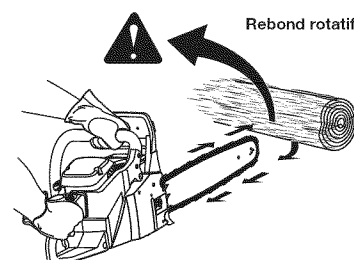

Fig. 1
- Un **rebond rotatif** peut se produire lorsque la partie supérieure de la pointe du guide heurte un objet alors que la chaîne est en mouvement (Fig. 1 & 2). La chaîne peut en conséquence s'enfoncer dans l'objet et s'arrêter momentanément de tourner. Le guide est alors propulsé vers le haut à toute vitesse et se retourne vers l'utilisateur dans un mouvement inverse ultra-rapide.
- **NE** faites **PAS** de coupes avec le bout du guide de la chaîne (Fig. 1).